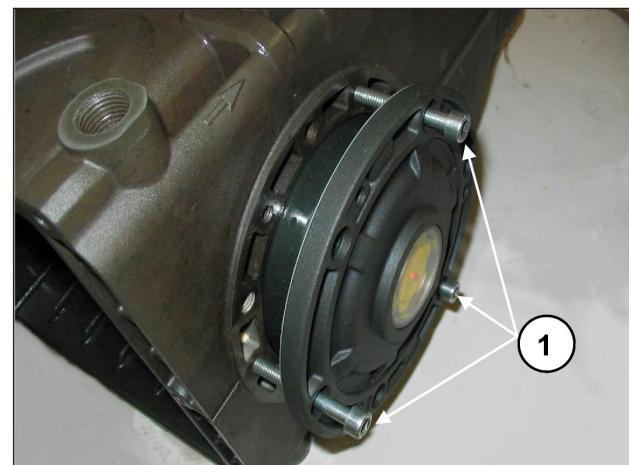

Abb. 8
Um das Einführen des ersten Abschnitts und das Einsetzen der Deckel am Gehäuse zu erleichtern, sollten Sie 3 Schrauben M6 x 40 mit Teilgewinde (Abb. 8, Pos. ①) zu Hilfe nehmen und den Vorgang dann anhand der mitgelieferten Schrauben (M6x18) abschließen.
Für das Annähern der beiden Seitendeckel an das Gehäuse können Sie zunächst 3 Schrauben M6x40 für eine erste Ausrichtung verwenden, wie in Abb. 8 angegeben, und dann die für die endgültige Befestigung vorgesehenen Schrauben. Das Reibmoment der Welle (bei verbundenen Pleueln) darf 8 Nm nicht übersteigen.